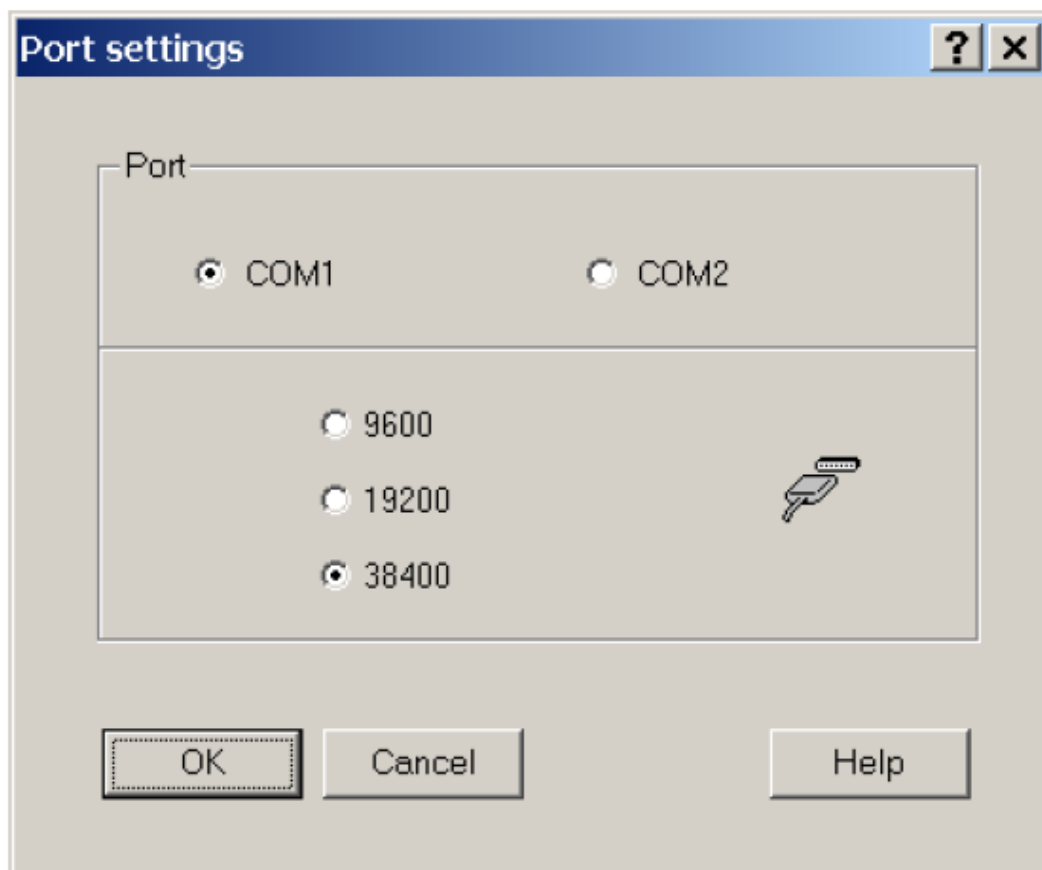

Fig. 55 Port settings window
- Stel de baudsnelheid in voor de CE Link software via het venster voor Poortinstellingen (fig. 55).